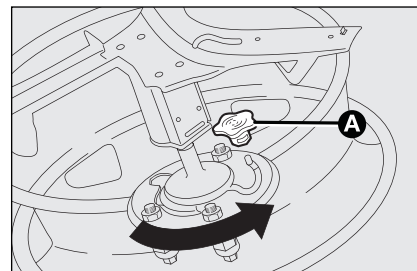

fig. 13
- ☐ bevestig de getande steun aan het vervangen wiel m.b.v. de 2 bouten (steek de steun vanaf de buitenzijde in het wiel). Haak de metalen borgkabel in de betreffende openingen en monteer het beschermkapje **A-fig. 13**;